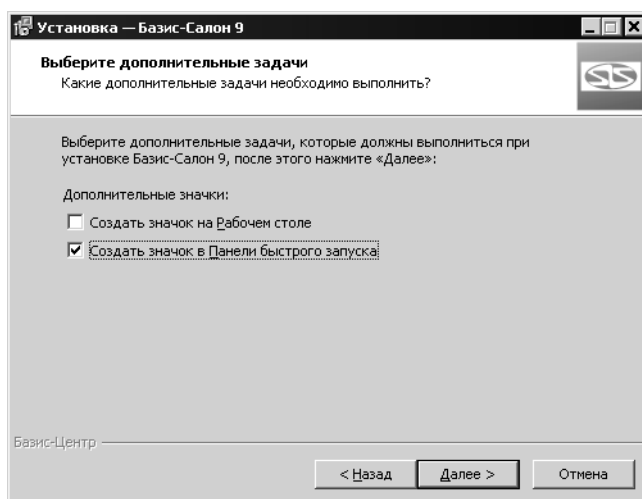

Рис. 1.3.
6. Включите создание необходимых ярлыков для запуска приложения (рис. 1.3).